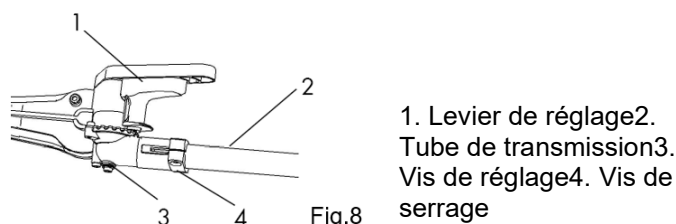

Fig.8
- Après avoir entendu un « clic » clair indiquant que la goupille de verrouillage est engagée dans la plaque de verrouillage, relâchez la gâchette (Fig. 8).